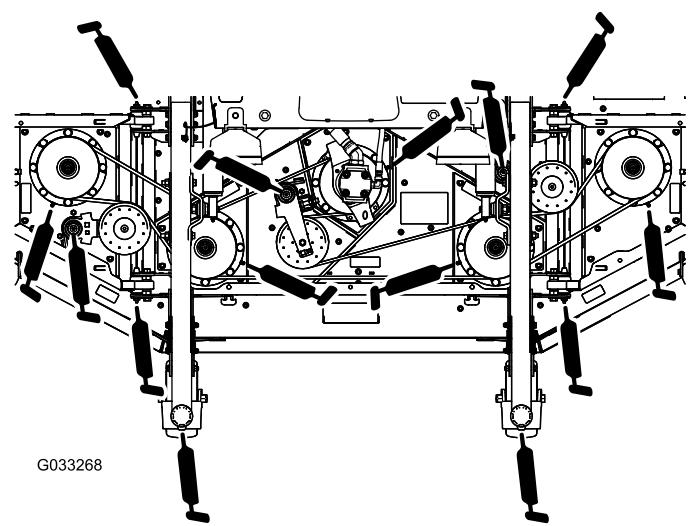

Bild 83
- 2 Laufradgabelbüchsen (Bild 83)
- 5 Spindelwellenlager (im Spindelgehäuse), siehe Bild 83 .
- 3 Spannscheibenarm-Drehbüchsen (die sich auf der die Spannscheibe tragenden Drehgelenkwellen befinden), siehe Bild 83 .
- Vier Drehbüchsen am Seitenmähwerk (die sich an den Lagerbolzen des Seitenmähwerks befinden), wie in Bild 83 abgebildet.